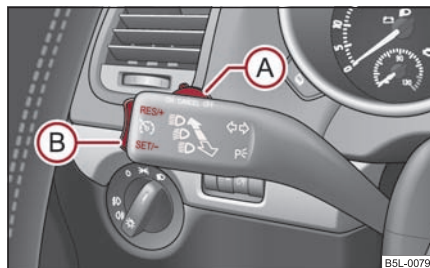

Fig. 154 Palanca de mando: Balancín y conmutador del sistema regulador de la velocidad
- Pulsar el conmutador (A) ⇒ fig. 154 desplazándolo a la posición **ON**.
- Tras alcanzar la velocidad deseada, presione el balancín (B) a la posición **SET**.
- Puede **aumentar** la velocidad memorizada, sin accionar el pedal acelerador, presionando el balancín **(B)** ⇒ fig. 154 a la posición **RES**.
Asuma nuevamente la velocidad almacenada soltando el pedal de freno o de embrague y pulsando brevemente la tecla **(B)** ⇒ página 138, fig. 154 en la posición **RES**.
- Pulsar el conmutador **(A)** ⇒ página 138, fig. 154 desplazándolo a la posición **OFF**. ■